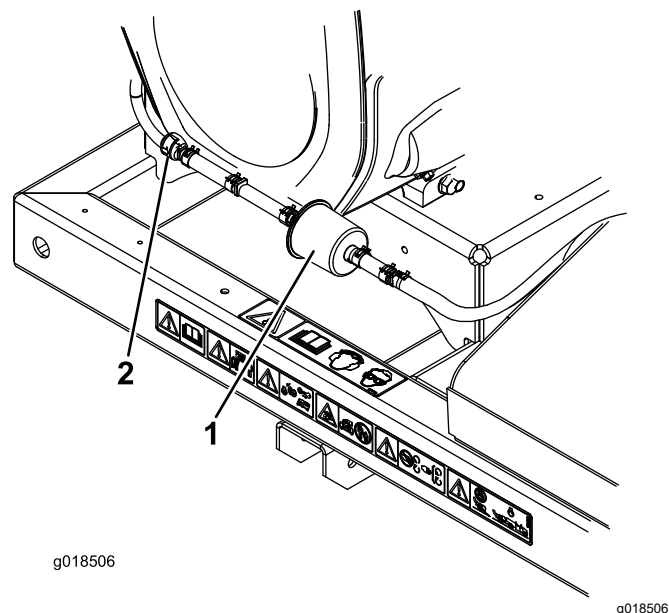

Figure 39
2. Éloignez du filtre les colliers de flexible à ressort de chaque côté du filtre à charbon actif de tuyau de purge (Figure 39).
3. Déposez le filtre à charbon actif et mettez-le au rebut (Figure 39).
4. Posez un filtre neuf dans le flexible en dirigeant la flèche vers le clapet antiretour et fixez-le en place avec les colliers (Figure 39).